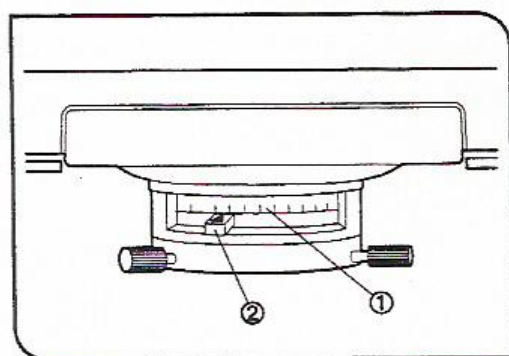

图 21
### (2) 孔径光阑 (图 21)
- 孔径光阑决定照明系统的数值孔径。照明系统的数值孔径①和物镜的数值孔径相匹配，可以提供更好的图象分辨率和反差，并能增加焦深。
使用 100X 物镜时，将孔径光阑旋钮②转到头，指到刻度上的 0.9。(图 21)